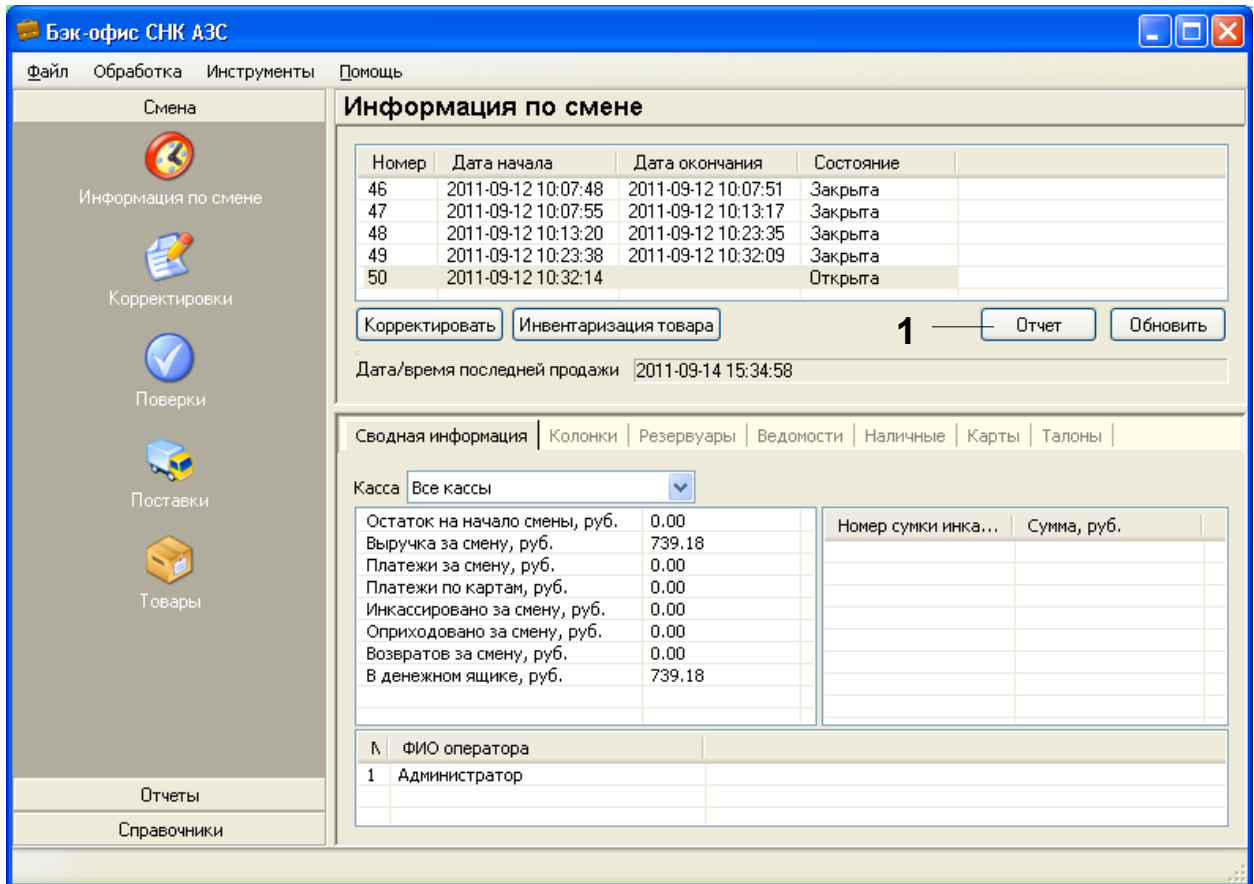

Рисунок 11.4 – Создание сменного отчета
6. Для создания отчета нажать кнопку «Отчет» (рисунок 11.4 – 1)